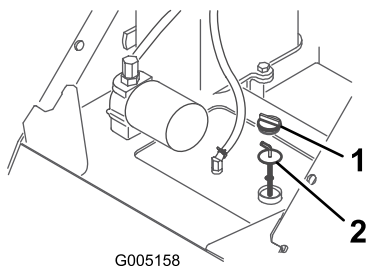

Figura 35
4. Curățați zona din jurul buonului rezervorului de ulei hidraulic (Figura 35).
5. Îndepărtați capacul buonului rezervorului de ulei hidraulic i verificați nivelul uleiului pe jojă (Figura 35).